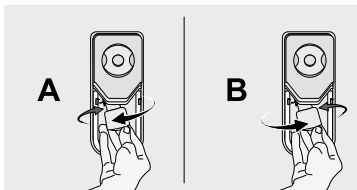

Figura 33
- (A) Retire el bombillo girándolo en sentido anti horario hasta que éste se libere. (B) Luego coloque el bombillo nuevo girándolo en sentido horario. (Ver figura 33). NO deje el plafón sin bombillo.